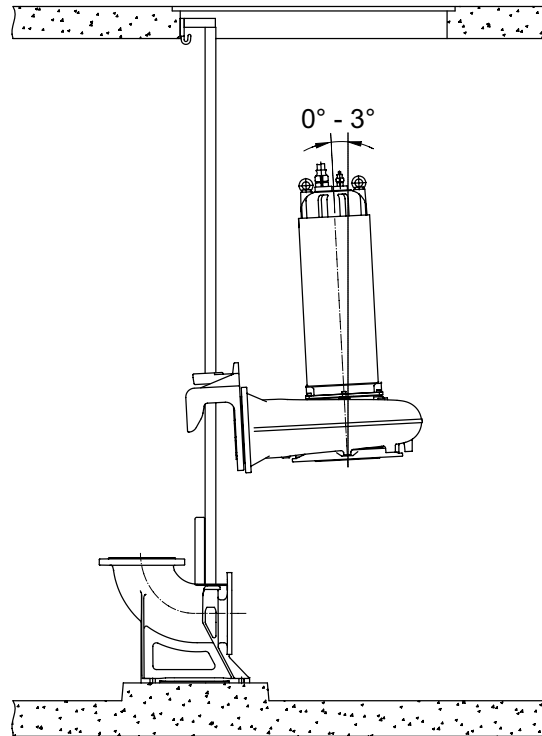

Bild 23 Absenken der AFP
**ACHTUNG** Tauchmotor-Pumpen sind gemäß Bild 23 zu installieren.